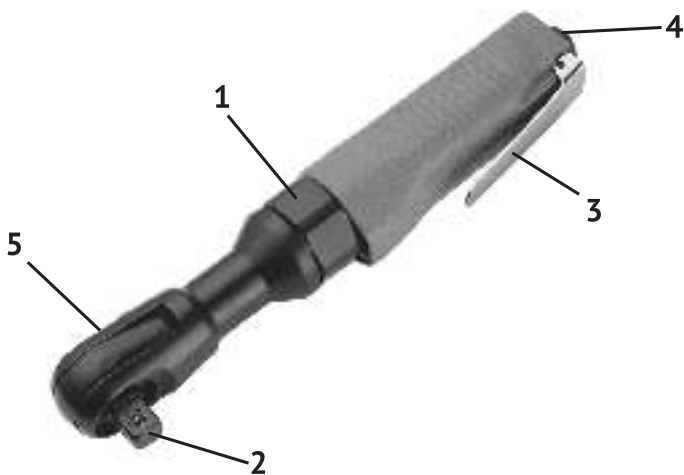

Рис. 1
6.5 Включение и выключение трещётки осуществляется нажатием выключателя (поз. 3 рис. 1). Следует помнить, что после того, как вы отпустите выключатель, вращение шпинделя будет осуществляться ещё несколько секунд.
6.6 Реверс. Установите переключатель направления вращения 5 (рис. 1) в необходимую позицию: